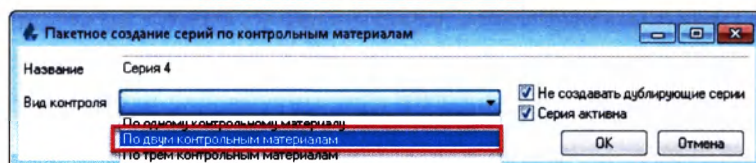

Рисунок 12.30
3. Выберите вид контроля из выпадающего списка «Вид контроля» (Рисунок 12.30):